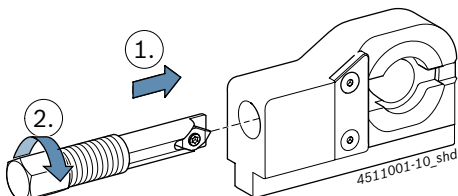

Fig. 11: Fijar el tornillo tensor
4. Introducir el tornillo tensor en la herramienta de desmontaje como se muestra en la Fig. 11 y girar la rosca.